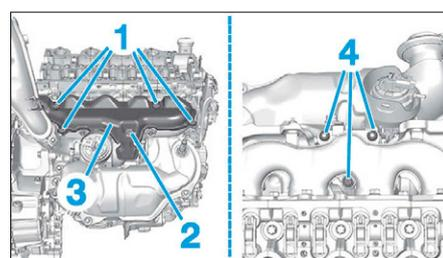

FIG. 92
- les vis (1) (Fig.92),
- la vis (2),
- l'écran thermique (3) du collecteur d'échappement,
- les fixations (4) du turbocompresseur.